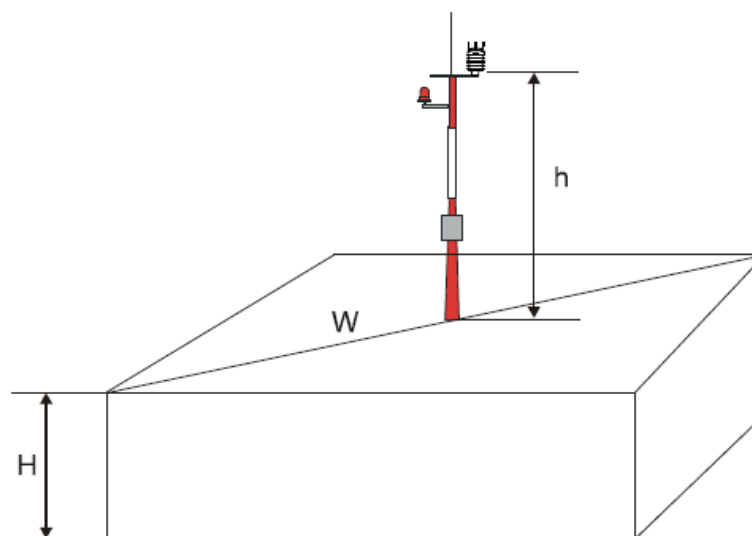

Рис. 11 Рекомендуемая высота мачты на крыше здания
Минимальная рекомендованная высота мачты (отмечена буквой h на Рис. 11 на стр. 33) для установке на крыше здания составляет 1.5 высоты здания (H). Когда диагональ (W) меньше чем высота (H), минимальная высота мачты $1.5 W$.